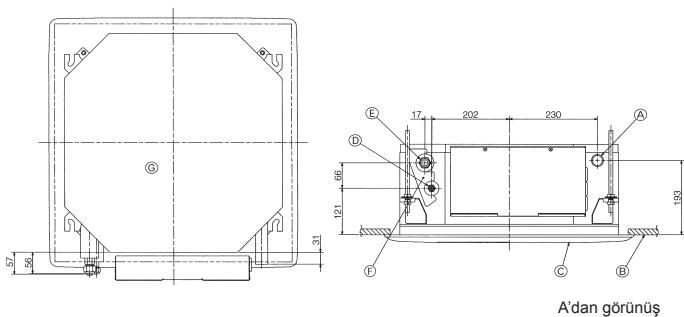
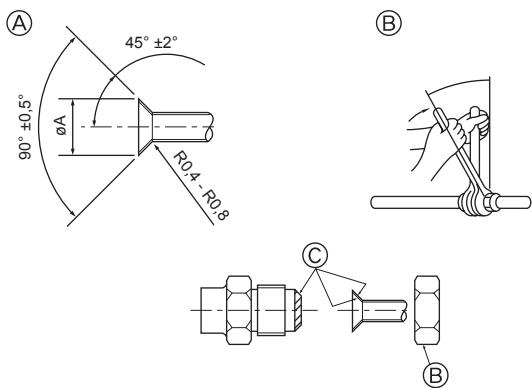

Fig. 3-1
Fig. 3-2
3.1. İç ünitedeki soğutucu ve drenaj borularının konumları (Fig. 3-1)
- ① Drenaj borusu
② Tavan
③ Izgara
④ Soğutucu borusu (sıvı)
⑤ Soğutucu borusu (gaz)
⑥ Su girişi
⑦ Ana ünite
3.2. Boruların bağlanması (Fig. 3-2)